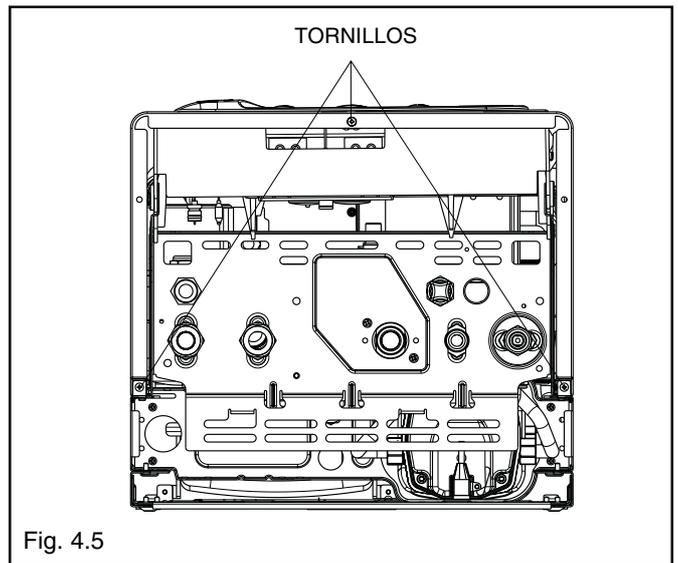

Fig. 4.5
- Quitar la carcasa aflojando los tres tornillos (fig. 4.5)